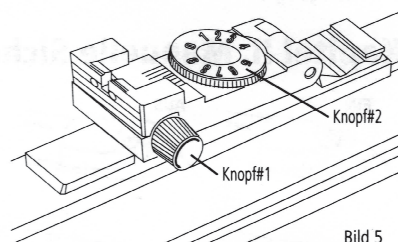

Bild 5
- Hat der Schuß Linksabweichung drehen Sie den Knopf 1 im Uhrzeigersinn zum Ausgleich (Bild 5)
- Hat der Schuß Rechtsabweichung drehen Sie Knopf 1 gegen den Uhrzeigersinn (Bild 5)
- bei Hochschuß drehen Sie Knopf 2 im Uhrzeigersinn zum Ausgleich (Bild 5)